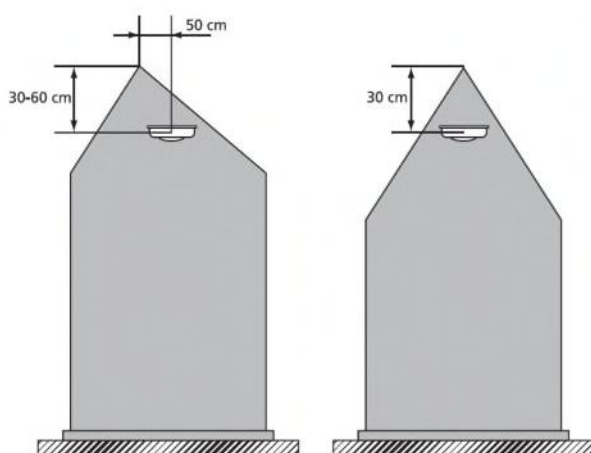

Afb.1
- Op minimaal 50 cm afstand van wanden (zie afbeelding 1).